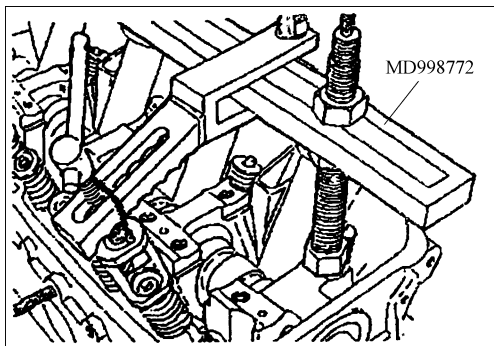

图 2-73 压缩气门弹簧
3) 气门锁夹的安装。如图 2-73 所示, 适当压缩气门弹簧, 防止气门损坏。